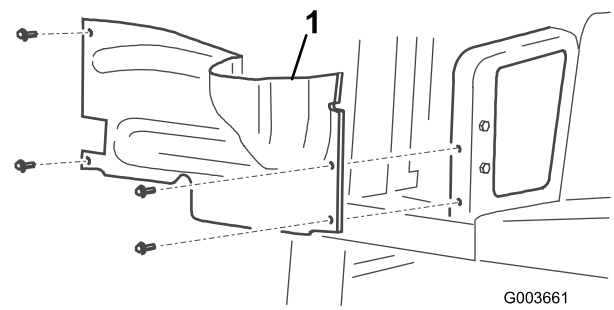

Bild 2
4. Nehmen Sie die vier Schrauben ab, mit denen das rechte Radabdeckblech am Rahmen befestigt ist und nehmen Sie das Abdeckblech ab (Bild 2).